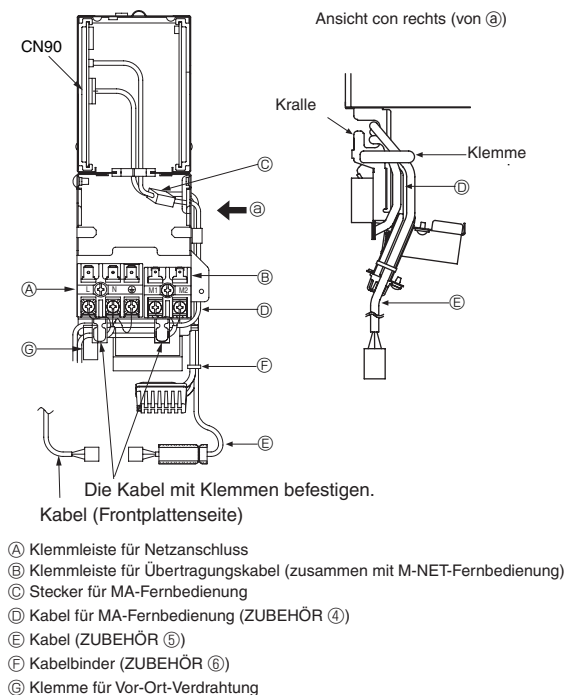

Fig. 5-1
5.1. Innenanlage (Fig. 5-1, 5-2)